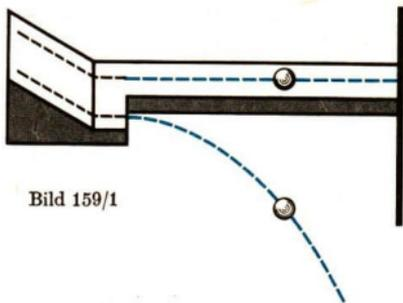

Bild 159/1
**V** Nach Bild 159/1 werden zwei Kugeln gleichzeitig auf einer geneigten Ebene gleichartig beschleunigt. Die erste Kugel rollt auf einer waagerechten Ebene geradlinig gleichförmig mit der Geschwindigkeit  $v_0$  weiter, während die zweite Kugel eine waagerechte Wurfbewegung mit der Anfangsgeschwindigkeit  $v_0$  ausführt. Es zeigt sich, daß sich in jedem Zeitabschnitt die fallende Kugel senkrecht unter der weiterrollenden Kugel befindet. Beide Kugeln treffen gleichzeitig auf die senkrechte Wand.
Der Versuch nach Bild 159/1 bestätigt, daß die Wege bei der geradlinig gleichförmigen Bewegung und die Wurfweiten beim waagerechten Wurf in gleichen Zeiten gleich groß sind.